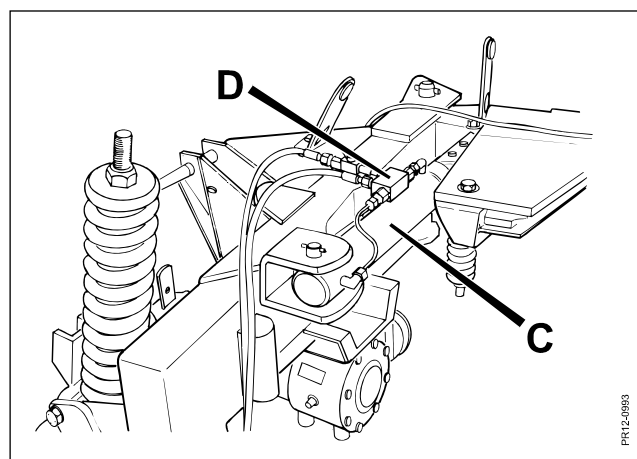

Fig. 3-4
- Fig.3-4 El cilindro basculante **C** "se cierre" en posición de transporte cerrando el grifo de bola **D**.